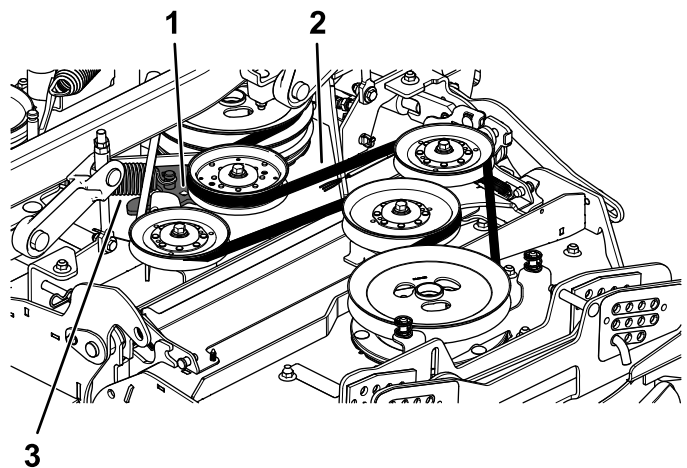

Figure 61
7. Insérez un rochet dans le trou carré du bras de la poulie de tension et faites tourner le bras vers l'arrière pour détendre le ressort de la poulie de tension (Figure 61).
8. Enlevez la courroie des poulies du tablier de coupe (Figure 61).